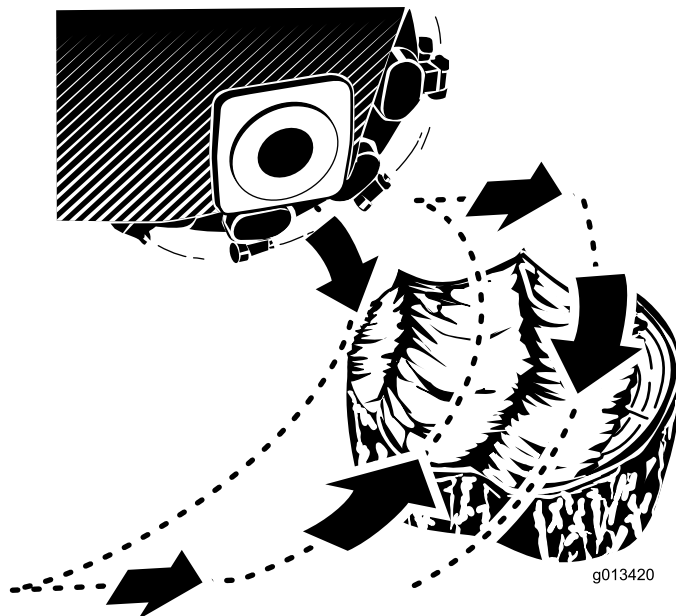

Figura 22
2. Utilice la palanca de control del desbastador y el mando de control de la tracción para posicionar el desbastador a un lado de la parte delantera del tocón, a unos 2.5 cm (1 pulgada) por debajo de la superficie (Figura 22).
4. Utilice la palanca de control del desbastador para desplazar el desbastador lentamente por la cara del tocón, eliminando una banda de madera en forma de astillas (Figura 22).
5. Mueva la máquina hacia adelante unos centímetros (pulgadas) y repita el paso 4 (Figura 22).
6. Repita los pasos 4 a 5 hasta que haya desbastado toda la cara del tocón (Figura 22).